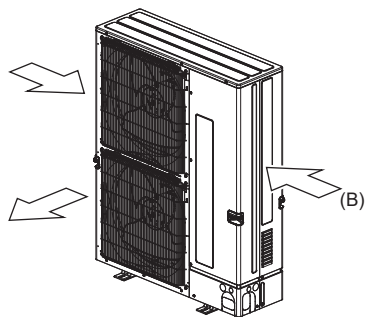

Fig. 2-6
(3) Coloque la unidad de manera que la salida de aire sople en dirección perpendicular a la dirección estacional del viento, si la conoce. (Fig. 2-6)